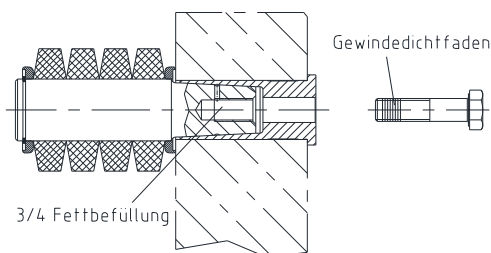

Bild 20: Reinigen der Gewindebohrung
- Umwickeln Sie die Schraube mit Gewinedichtfaden Loctite 55. Lassen Sie dabei die ersten 2-3 Gewindegänge frei, damit sich die Schraube gut eindrehen lässt (siehe Bild 20).